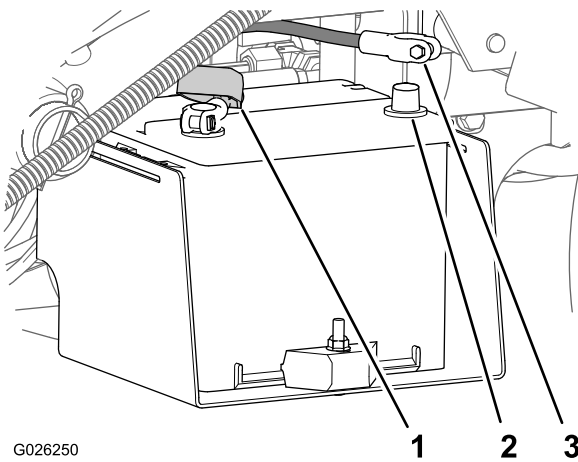

Figura 6
3. Conecte el cable positivo de la batería (rojo) al borne positivo (+) de la batería y sujete el cable con los pernos y las tuercas (Figura 6).